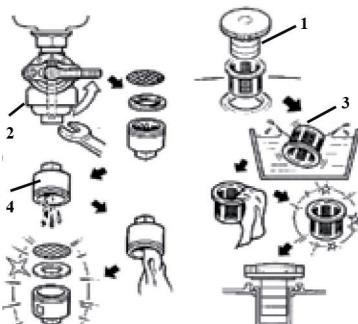

рис.5
- открутите крышку бензобака (рис.5 поз.1);
- снимите колпачок крана подачи бензина (рис.5 поз.2), стараясь не повредить уплотнение;
- удалите загрязнения с фильтров (рис.5 поз.3 и 4) промыванием в растворе-